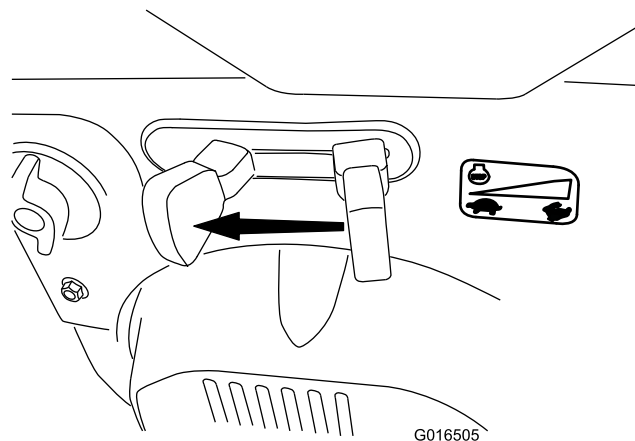

Рисунок 32
1. Передвиньте дроссельную заслонку в положение Slow (Медленно), а затем в положение Stop (Стоп) (Рисунок 32) для остановки двигателя. Двигатель также можно остановить, переместив ключ зажигания наружу, в среднее положение.